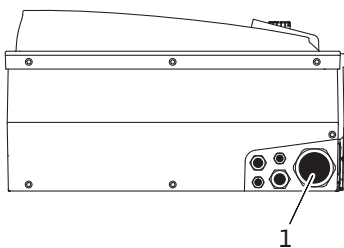

Fig. 25: Kabelforskruning M25/M40
- Nettilslutningsledningen skal føres gennem kabelforskruning M25/M40 (fig. 25, pos. 1)